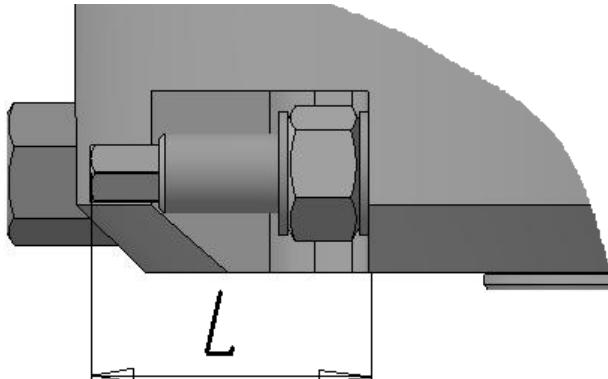

Рисунок 33 - Заглушка снята
- а) выкрутить упоры, регулируемые на максимальное допустимое расстояние L_{\max} в соответствии с таблицей 30 (рисунок 33). Провести калибровку электропривода на шаровом кране в соответствии с механической шкалой редуктора и требуемым ходом шарового крана (90°) по крайним точкам;